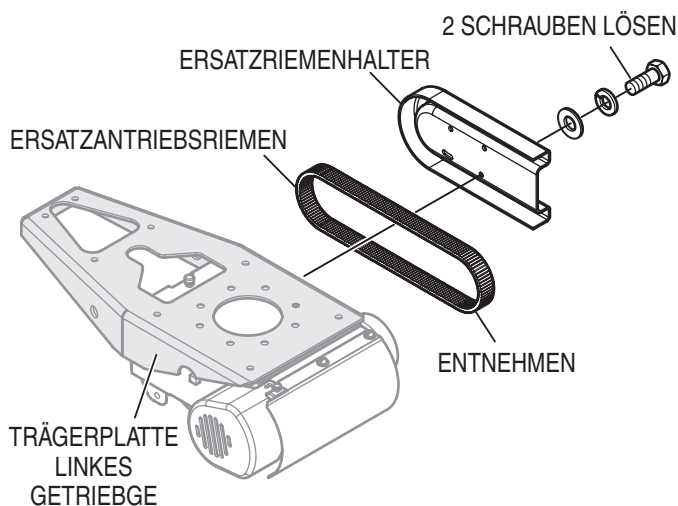

Abb. 17. Entfernen des Ersatzriemens
1. Zum Ersatz eines vorhandenen Antriebsriemens durch den Ersatzantriebsriemen die beiden Schrauben zur Befestigung des Ersatzriemenhalters an der Trägerplatte des linken Getriebes lösen. (Abb. 17) Darauf achten, dass der Ersatzantriebsriemen nicht mit Fett oder Schmutz verunreinigt wird.